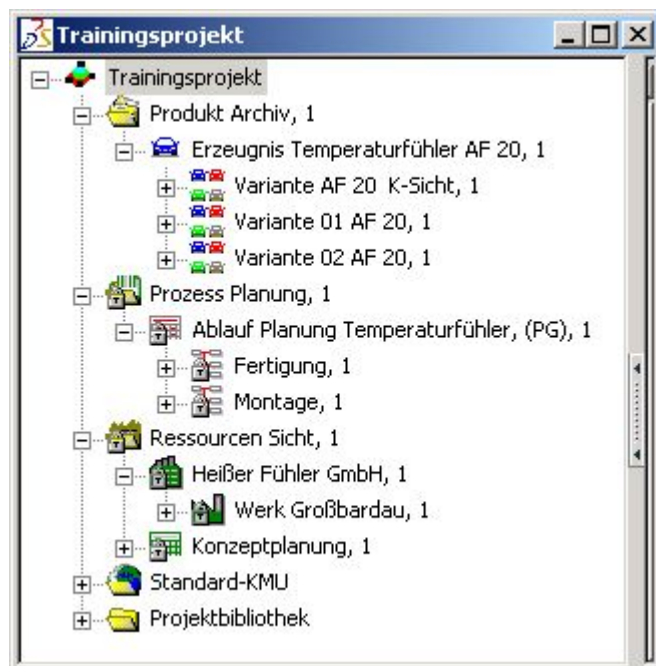

Abbildung 253: Planungsbereiche im Hauptprojekt gesperrt gekennzeichnet
- Im Hauptprojekt werden die für das Zulieferprojekt freigegebenen Planungsabschnitte als gesperrt gekennzeichnet. Siehe auch: Abbildung 253.